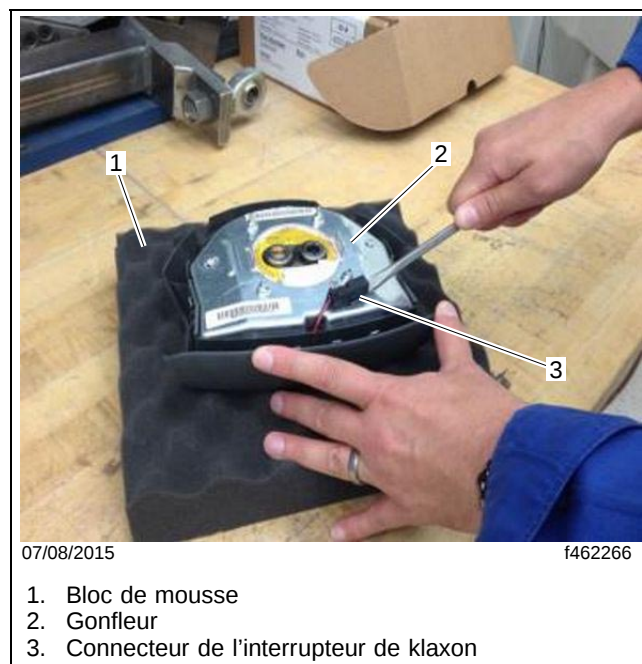

Fig. 3, Déclipsage du connecteur de l'interrupteur de klaxon
10. À l'aide d'un tournevis à tête plate, déclipsez le connecteur de l'interrupteur de klaxon de l'ensemble de gonflage. Reportez-vous à la **figure 3**.